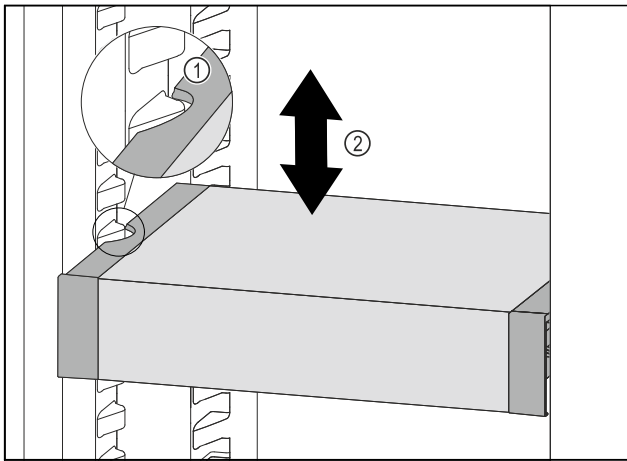

Fig. 104
- ▶ VarioSafe nach vorne ziehen, bis sich die seitlichen Aussparungen des VarioSafes auf Höhe der Behälterrippe im Kühlteil befinden. Fig. 104 (1)
- ▶ VarioSafe im Kühlteil nach oben oder unten bewegen, bis gewünschte Höhe erreicht ist. Fig. 104 (2)